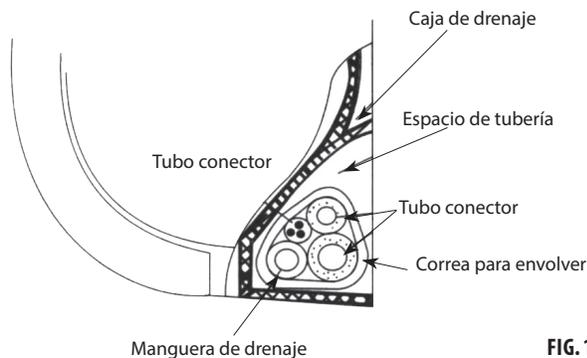

FIG. 11
- Junte el tubo, cable conector y manguera de drenaje firmemente con cinta como se muestra en la Fig. 11.